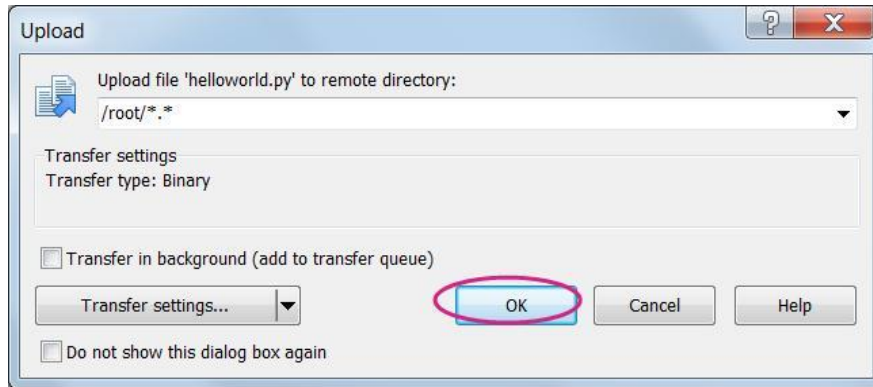

图 36 文件传输确认
d) 拖动文件后，将出现一个上传窗口，如图 36 所示，要求您确认上传。单击 "确定"。